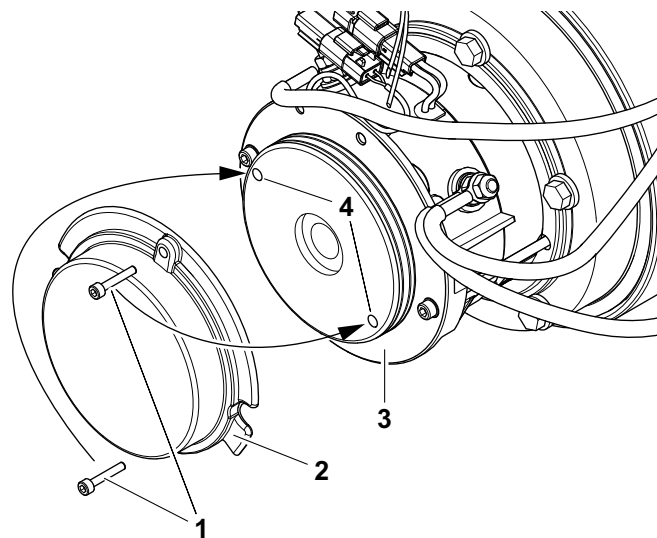

Figura 3-21. Freno - Desenganche manual.
(Ver la Figura 3-21.)
2. Quitar los **dos pernos (1) de la cubierta y la cubierta (2)** de la parte trasera del motor de la unidad.
3. Insertar los **pernos de la cubierta (1)** en los **dos agujeros de desenganche de la caja de frenos (4)**, ver la Figura 3-21., Freno - Desenganche manual.
4. Apretar los **pernos de la cubierta (3)** en los agujeros de desenganche para desconectar el freno del motor correspondiente.
7. Volver a instalar la **cubierta (2)**; antes de instalarla, revisar la **empaquetadura (3)** de la **cubierta** en busca de daños y sustituirla de ser necesario.